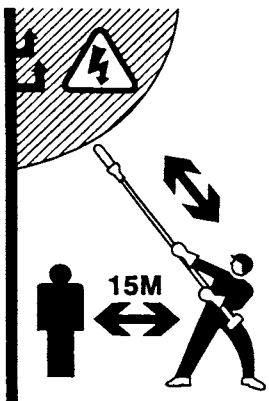

Fig.1-1
- Review the area to be trimmed. Look for hazards that could contribute to unsafe conditions. DO NOT operate unit if any wires (power, telephone, cable, etc.) are closer than 15M (50ft.) to any part of the operator or unit. (Fig.1-1)
- Observer bien l'endroit à émonder. Envisager les risques qui pourraient aboutir à des conditions dangereuses. **NE PAS** faire fonctionner l'appareil au cas où n'importe quels fils (d'énergie électrique, téléphoniques, de câbles, etc.) se trouvent plus proches que 15 mètres (de 50 pieds) de n'importe quelle partie du manœuvre spécialisé ou de l'appareil. (Fig.1-1)